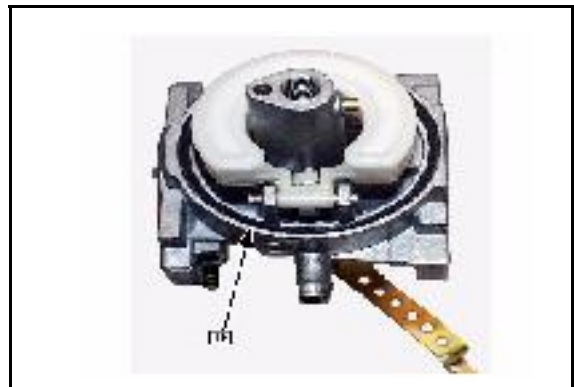

Fig. 28
2. Remove float bowl gasket (D) Fig. 28)